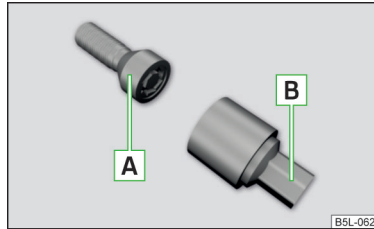

Abb. 166
Die Anti-Diebstahl-Radschrauben schützen die Räder vor einem Diebstahl. Diese lassen sich ausschließlich mit dem Aufsatzstück  » Abb. 166 lösen/festziehen.
- › Das Aufsatzstück  » Abb. 166 bis zum Anschlag auf die Anti-Diebstahl-Radschraube  stecken.
- › Den Radschlüssel bis zum Anschlag auf die Radschraube stecken. Für die Anti-Diebstahl-Radschrauben das zugehörige Aufsatzstück verwenden » Abb. 166 auf Seite 150.